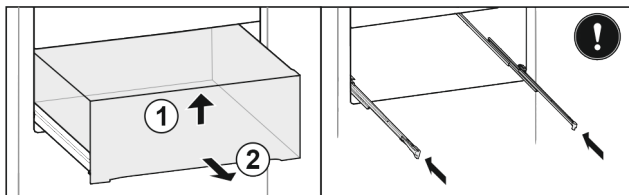

Fig. 19
- Sollevare il cassetto sul lato anteriore Fig. 19 (1).
- Rimuovere tirando in avanti Fig. 19 (2).